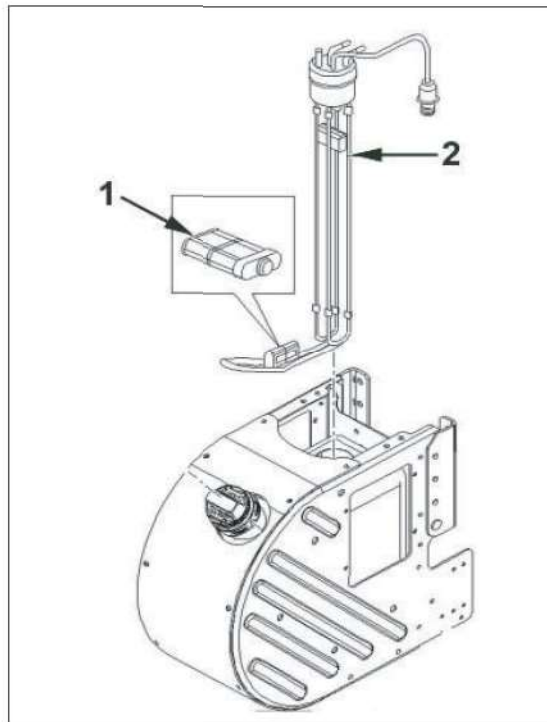

Figure 6.14 - DEF-spruitstukfilter
1. Haal het DEF-verwarmingsspruitstuk, zie item 2, afbeelding 6.14, uit de DEF-tank.
2. Verwijder en vervang het filter van het DEF-verwarmingsspruitstuk, zie item 1, afbeelding 6.14